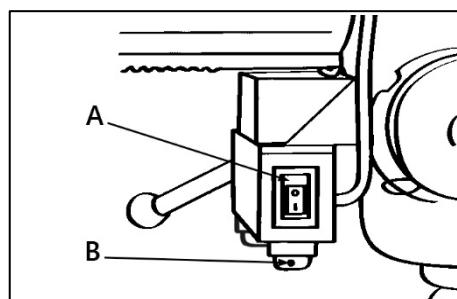

Рисунок 23.
Лазер расположен на задней части корпуса сверлильной головки. Для включения/выключения лазерного указателя, воспользуйтесь выключателем (A) (рис. 23).